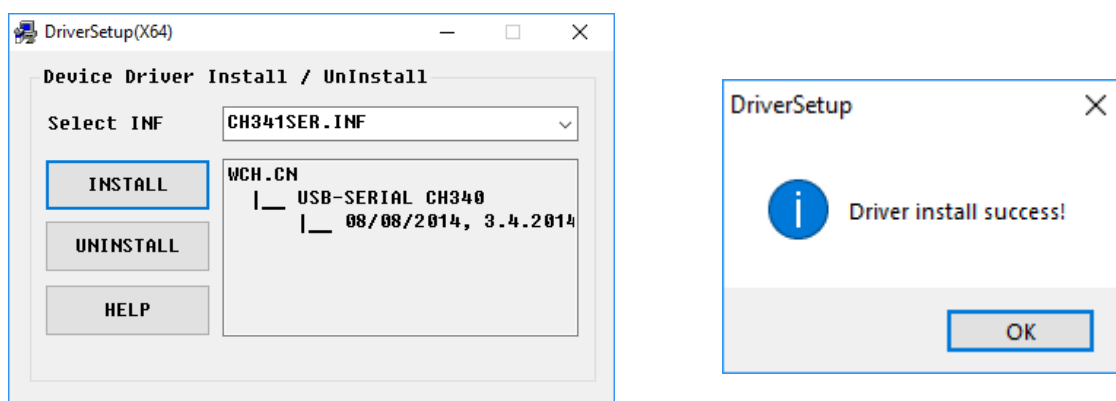

Рисунок 1 – Установка драйвера
- Устанавливаем драйвер COM порта. Для этого запускаем файл CH341SER.exe, разрешаем внесение изменений, нажимаем кнопку INSTALL. Дожидаемся успешной установки драйвера, см. рис. 1;